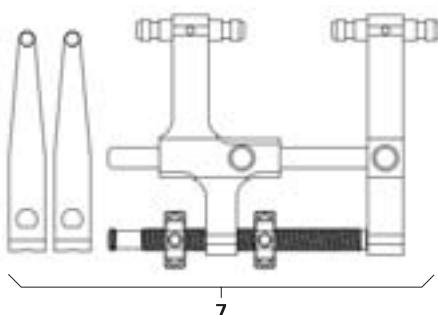

Fig. 7
- Montar el distractor **7** y las hojas distractoras, ver Fig. 7.